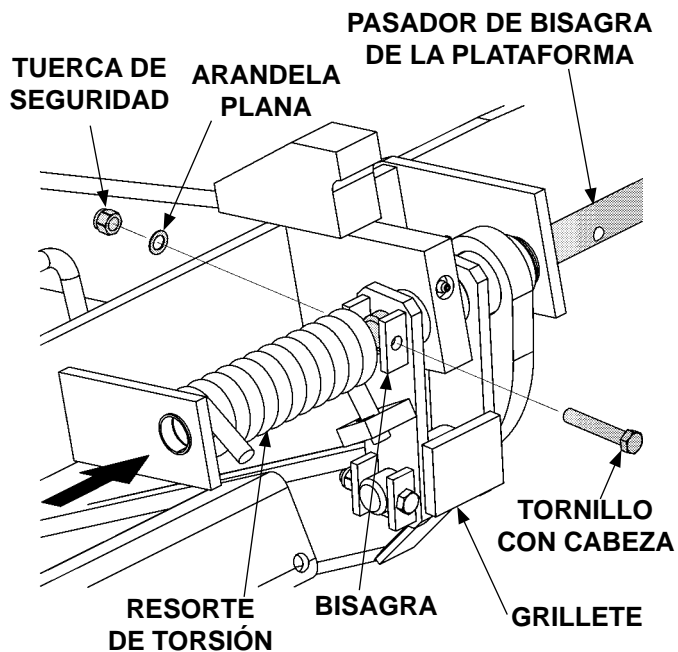

FIG. 21-1
4. Retire el tornillo con cabeza, la arandela plana y la tuerca de seguridad de la bisagra ubicada en el soporte para la bisagra de la plataforma. Deslice el pasador de bisagra hacia afuera del grillete, sólo lo suficiente para liberar el resorte (FIG. 21-1). Retire el resorte de torsión.